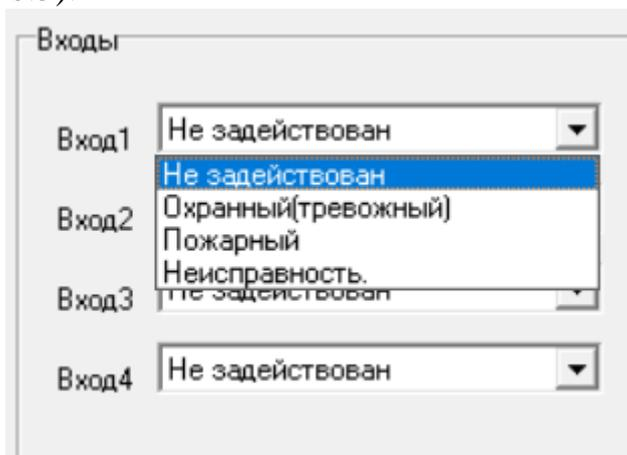

Рисунок 6.3
- Сконфигурировать входы, выбрав из выпадающих меню требуемые типы входов (Рисунок 6.3).